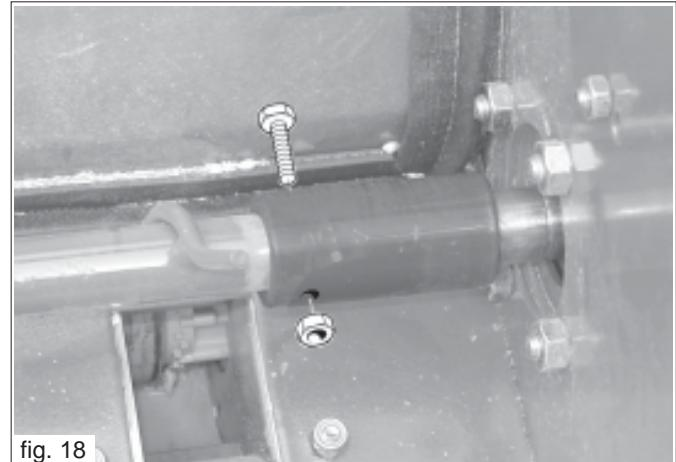

fig. 18
Für das Aussäen großer Samen (Erbse, Soja, usw.) wird empfohlen, die Rührwelle vom Getriebe abzukuppeln (Abb. 18), um zu vermeiden, daß das Saatgut beschädigt wird.
- Bei größeren Mengen wird empfohlen, die Kurbel am Antriebe zu verwenden, um die Rührwellenachse zu drehen und um somit die abgegebene Menge zu kontrollieren. Bei kleineren abzulassenden Mengen ist der Dosiererhebel über die Position 7 hinaus zu verschieben (Abb. 18).